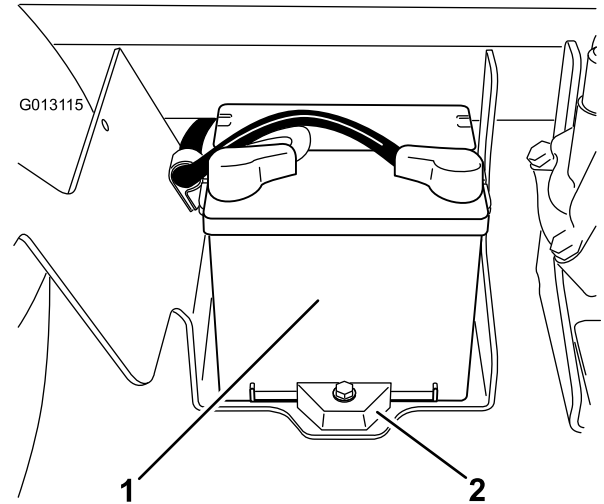

図 55
2. バッテリーは、機体右側、ポンプの後ろにある(図 55)。
5. バッテリー・リテーナと固定金具を外す（図 55）。
2. バッテリー押さえを元通りに取り付ける（図 55）。
4. バッテリーカバーを元どおりに取り付けノブで固定する（図 55）。
1. バッテリー・ボックスのノブ（図 55）をゆるめ、カバーを外す。